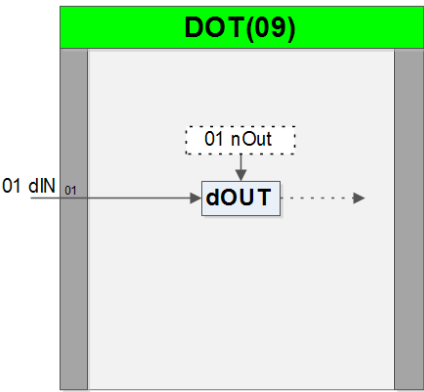

Рисунок 3.09.1 - Функциональная схема блока дискретного вывода DOT(09)
Функциональный блок (рисунок 3.09.1) применяется для связи функциональных блоков с аппаратными средствами дискретных выходов (DO).